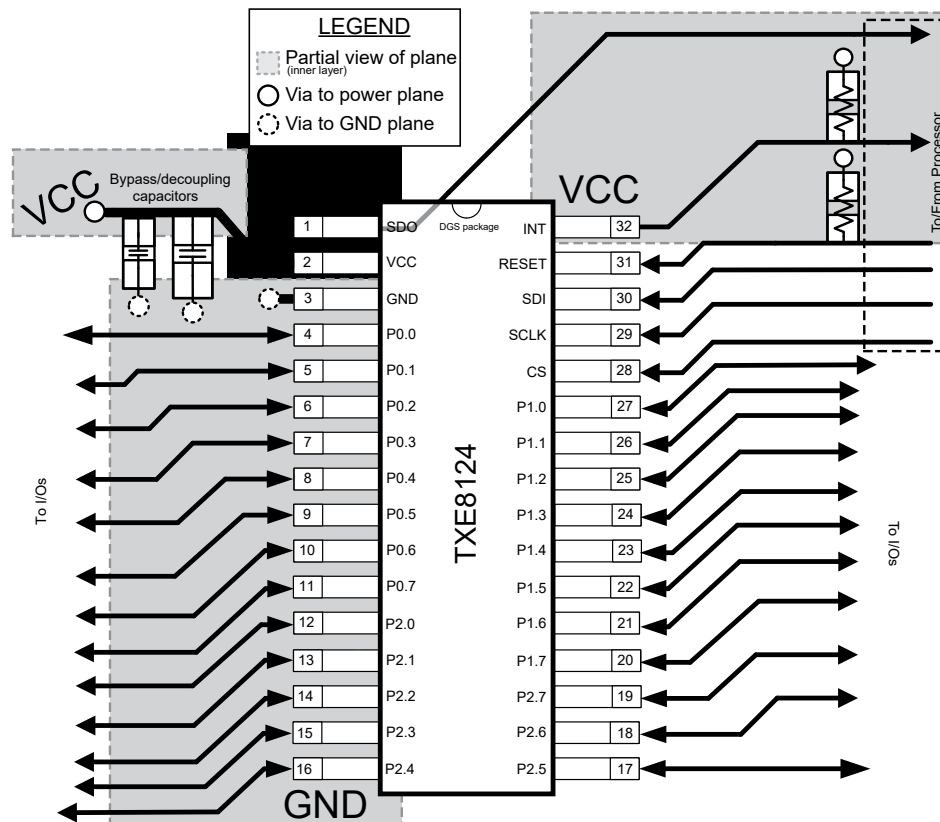

図 8-5. TXE8124-Q1 のレイアウト
すべての PCB レイアウトにおける最善策は、信号トレースを直角に曲げないこと、集積回路 (IC) の近接部を離れるときに信号トレースが互いに離れていくように配置すること、トレース幅を太くして電源とグラウンドのトレースを通常時に大容量の電流が流れるようにすることです。バイパスコンデンサとデカップリングコンデンサは、一般的に電源ピンの電圧の制御に使用されます。大容量コンデンサを使用すると、短時間の電源グリッチ時に追加電力を供給し、容量の小さいコンデンサを使用すると、高周波リップルをフィルタリングできます。これらのコンデンサは、できる限り TXE8116-Q1/TXE8124-Q1 の近くに配置してください。理想的な配置を図 8-5 に示します。
図 8-5 に示すレイアウト例では、信号配線に最上層を使用し、電源とグラウンド (GND) に分割プレーンとして最下層を使用することで、2 層のみの PCB を製造することができます。ただし、信号配線密度の高い基板では、4 層基板が推奨されます。一般的に 4 層 PCB では、信号を最上層と最下層に配線し、内部の 1 層をグラウンドプレーン専用にして、もう 1 つの内部層を電源プレーン専用にします。電源とグラウンドにプレーンまたは分割プレーンを使用する基板レイアウトの場合は、電源または GND に接続する必要がある表面実装部品パッドのすぐ隣にビアを配置し、ビアを内部層または基板の反対側に電氣的に接続します。ビアは、信号パターンを基板の反対側に配線する必要がある場合にも使用されますが、この方法は図 8-5 には示されていません。